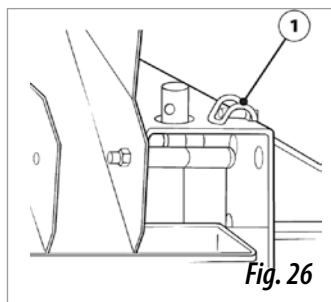

Fig. 26
1. Retirez le disque du côté gauche (sens de la marche) en libérant la goupille de l'anneau (1, fig. 26) situé sous le disque.